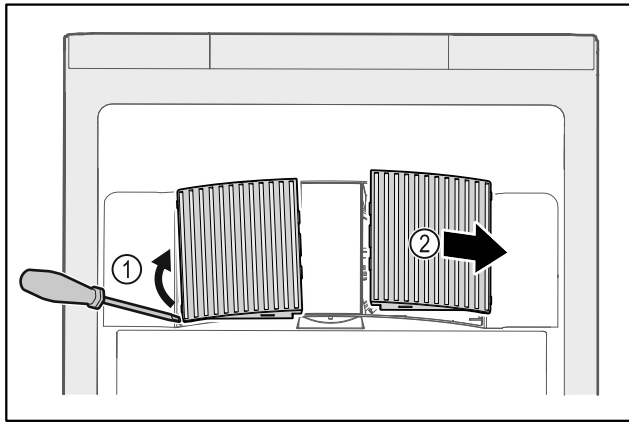

Fig. 201
- ▶ Estrarre con cautela i coperchi delle ventole dai lati Fig. 201 (1) e rimuoverli in avanti Fig. 201 (2).